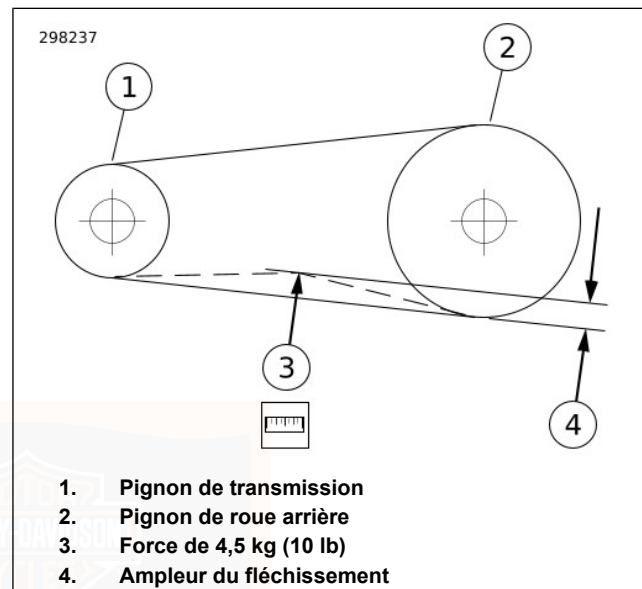

Figure 75. Vérification du fléchissement de la courroie
- b. **Tous les autres modèles** : Voir Figure 75. Mesurer l'ampleur du fléchissement de la courroie (4) tout en immobilisant la jauge.